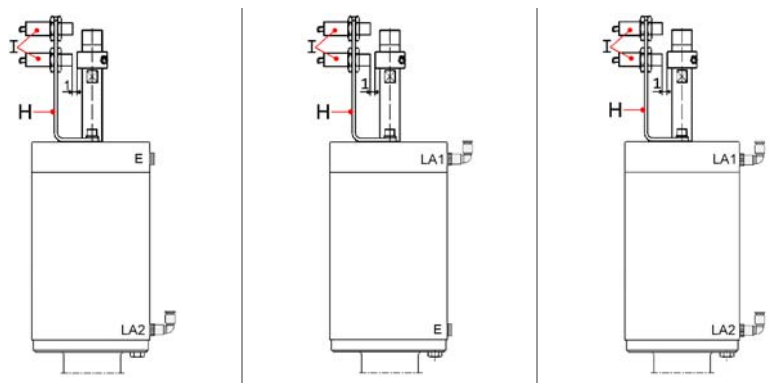

Abb. 2
- Die Kappe (14) abschrauben.
- Das Montagewerkzeug (MW) auf die Spindel (11) bis auf Anschlag einschrauben.
- Druckluft (P) an Luftanschluss (LA1 ls-fö) bzw, (LA2 lö-ls) anschließen. Siehe Abb. 2 /Seite 6